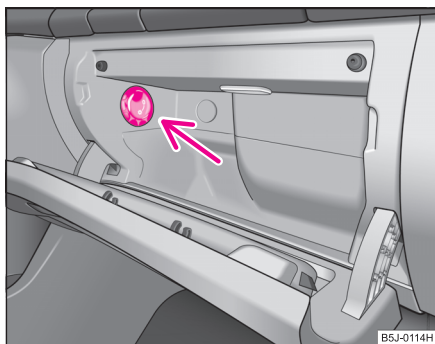

Fig. 81 Torpedoul:
- Porniți, respectiv opriți răcirea de la întrerupătorul ⇒ fig. 81.